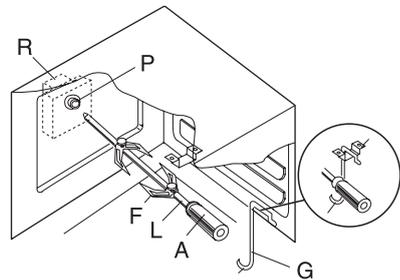

Abb. 10
- Die Speise auf den Spieß stecken (L) und gut ausbalanciert fest am Haken (F) befestigen. Siehe Abb. 10.
- Den Drehspieß in die Öffnung (P) drücken und vorne auf den Haken (G) legen. Handgriff (A) entfernen.